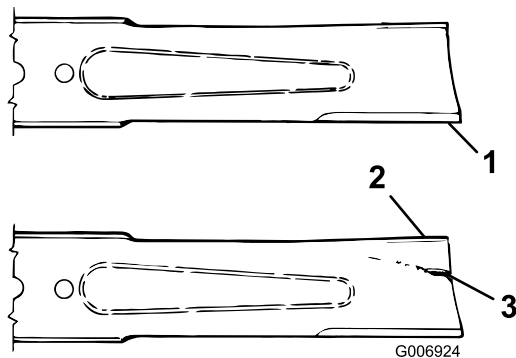

Figura 86
3. Examine cuidadosamente as extremidades da lâmina, prestando especial atenção à zona onde se encontram as partes curvas e planas da lâmina (Figura 86). Se verificar que esta zona se encontra desgastada (Figura 86), substitua a lâmina; consulte Retirar a lâmina de corte (página 68)..